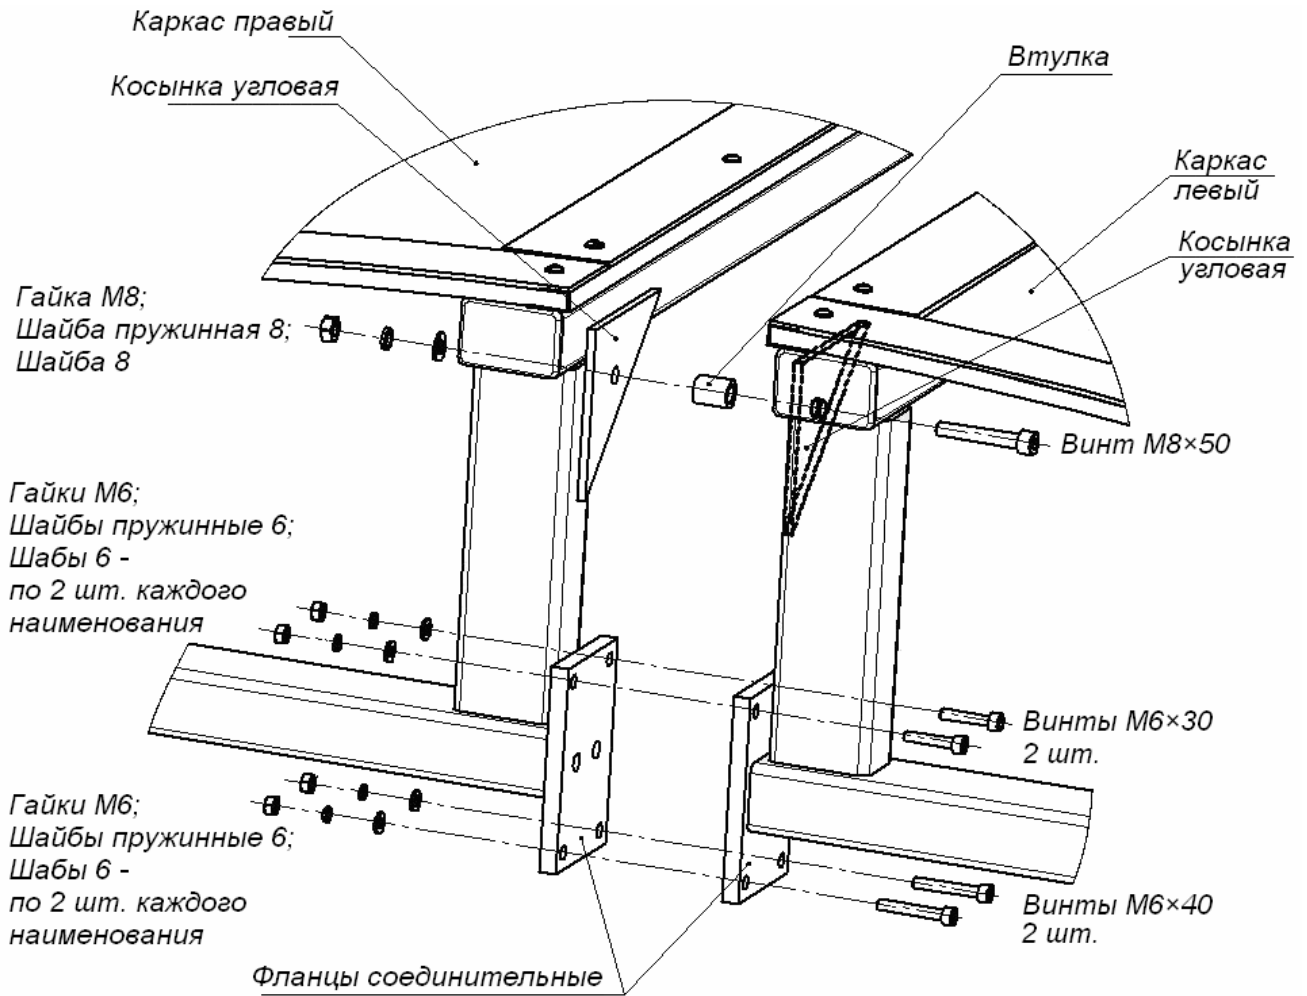
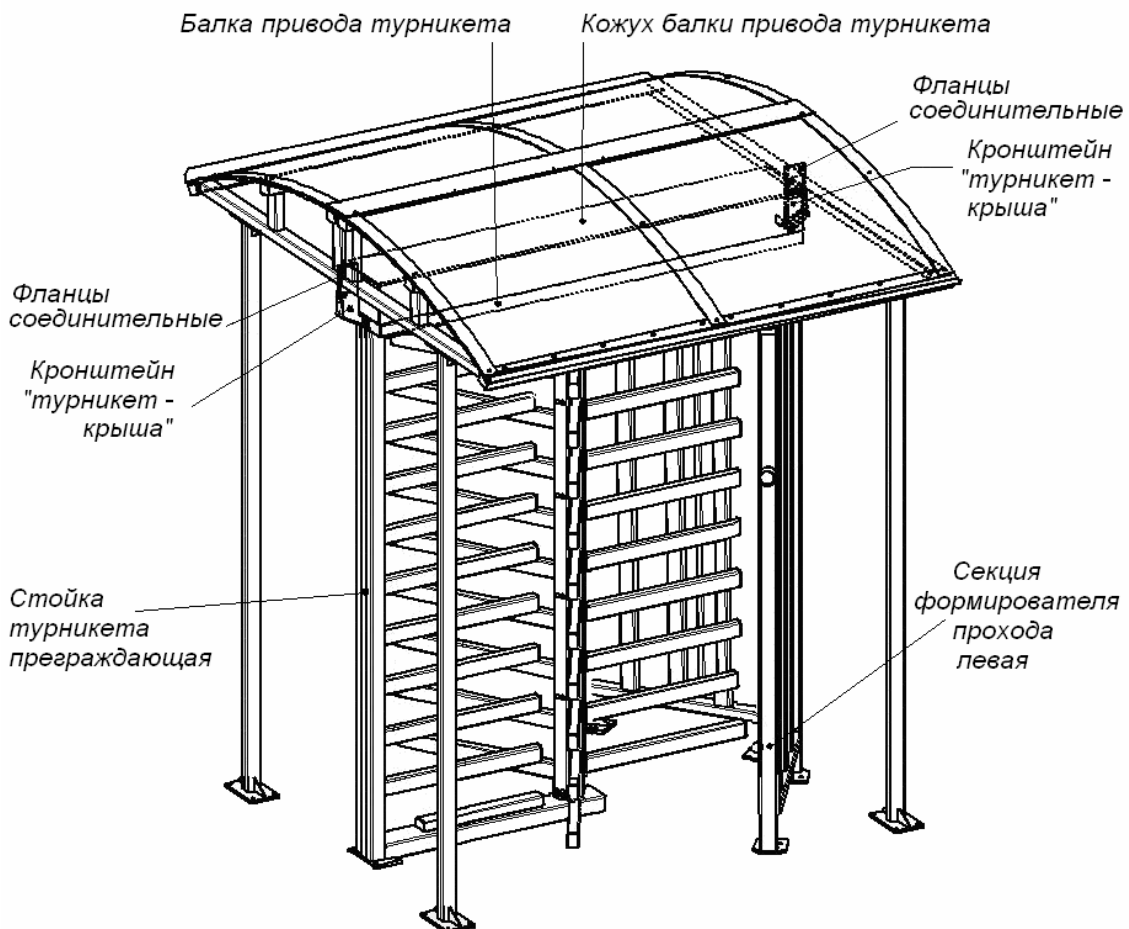

Рисунок 5 Схема соединения каркасов правого (1) и левого (2)
Рисунок 8 Расположение кронштейнов «турникет-крыша» между фланцами соединительными (6) крыши и балкой привода турникета
8.3.6 Изнутри левого каркаса через отверстие в его угловой косынке проденьте винт M8×45, наденьте на винт втулку и вставьте его в отверстие угловой косынки правого каркаса (см. рис. 5). Зафиксируйте винт изнутри правого каркаса гайкой M8 с двумя шайбами.
8.3.16.2 Со стороны преграждающей стойки турникета (см. рис. 8) выверните из соединительных фланцев каркасов крыши два нижних винта М6×40 с гайками и шайбами (см. рис. 5);
8.3.17 Аналогичным образом установите кронштейн «турникет-крыша» со стороны секций формователя прохода турникета (см. рис. 8).